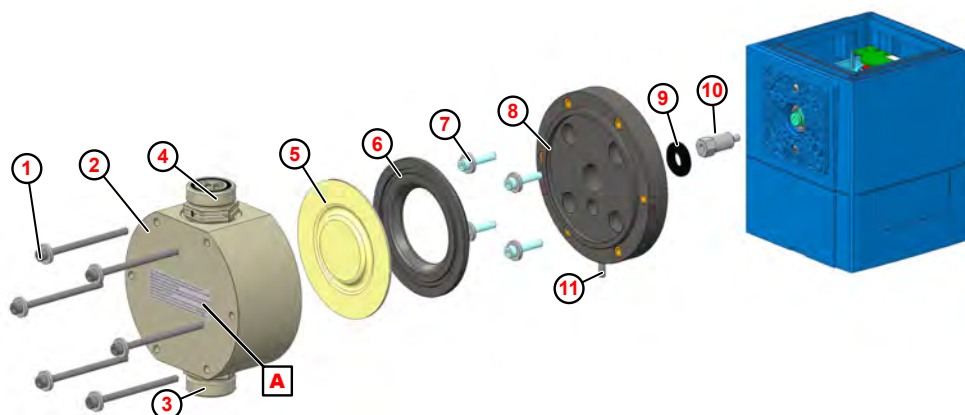

Fig. 25: Sostituzione di testa pompa, membrana e membrana protettiva
1. ➤ Svitare la valvola di aspirazione e di mandata (Fig. 25 , ③ e ④).
2. ➤ Allentare e togliere le viti della pompa testa ① .
3. ➤ Togliere la testa pompa ② .
4. ➤ Svitare la membrana ⑤ .
5. ➤ Rimuovere la piastra intermedia ⑥
6. ➤ Allentare le viti di ritegno per la piastra adattatore ⑦ e toglierle.
7. ➤ Smontare la piastra adattatore ⑧ .
8. ➤ Togliere la membrana protettiva ⑨ .
10. ➤ Inserire la piastra adattatore in modo tale che l'elemento di uscita membrana ⑪ sia rivolto verso il basso.